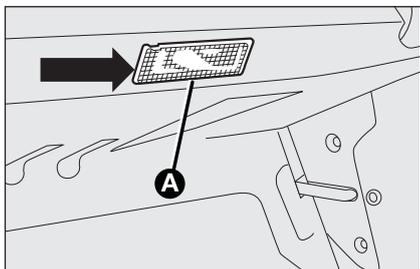

fig. 42
- extraiga la luz **A**-fig. 42 haciendo palanca en el punto indicado por la flecha;